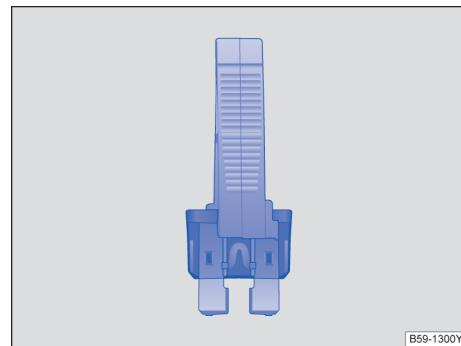

图 209 用塑料夹钳拔出或插入保险丝：扁平插入式保险丝
- 必要时将塑料夹钳 → 图 209 从相应保险丝盒的盖板中取出。
- 如果保险丝已烧断，用一个具有相同电流强度（相同颜色和相同印刷文字）和相同尺寸的新保险丝更换 → ①。